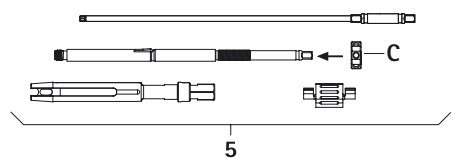

Fig. 9
- Enroscar la tuerca tensora C en el casquillo interior, ver Fig. 9.